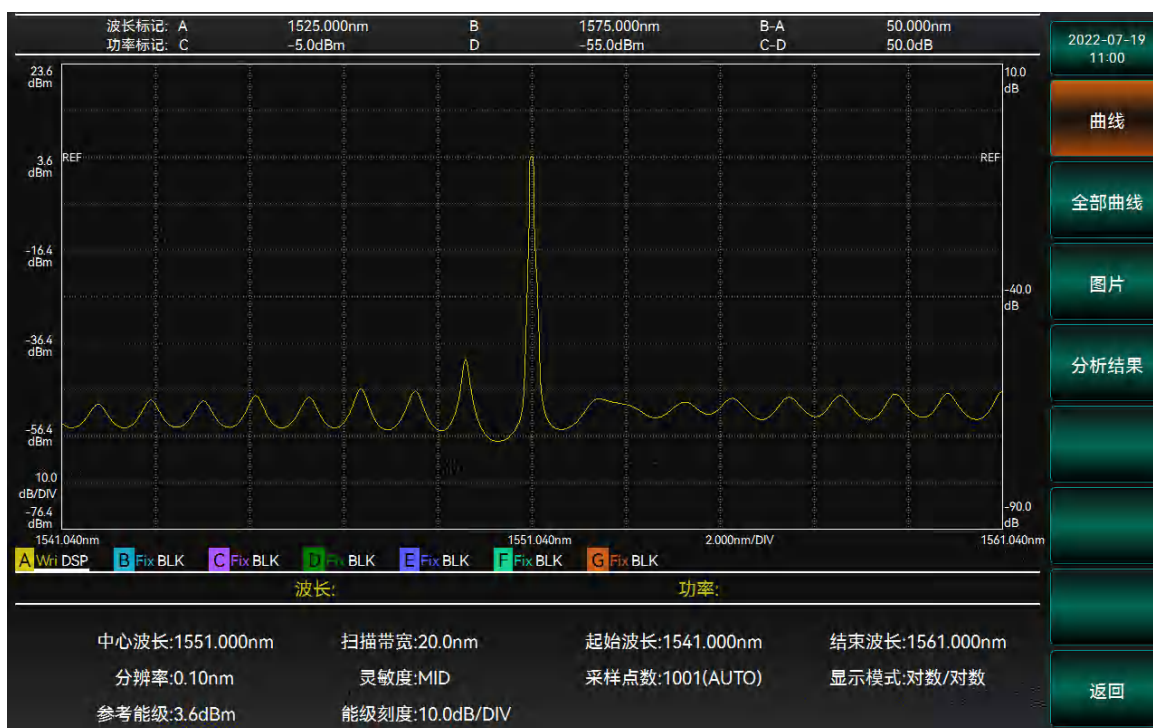

图 3-14 保存类型选择界面示意图
1. 选择【保存类型】选项，进入类型选择界面，如图 3-14 所示。